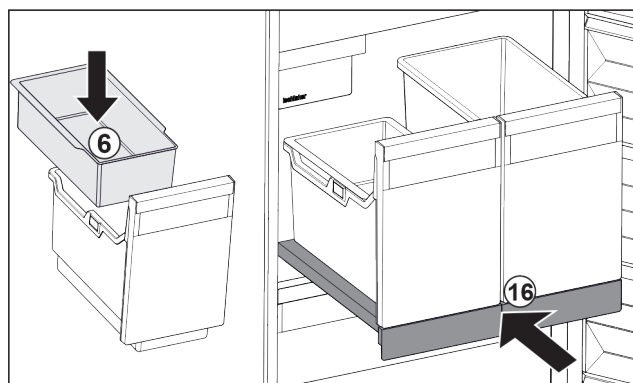

Fig. 107
- Einhängeschale Fig. 107 (6) für Eiskwürfel einsetzen.
- Auszugsbord mit Behälter (IceTower) einschieben. Fig. 107 (16)